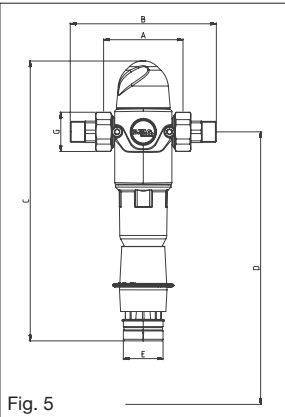

Fig. 5
14. Technische Daten (Fig. 5 und 6)